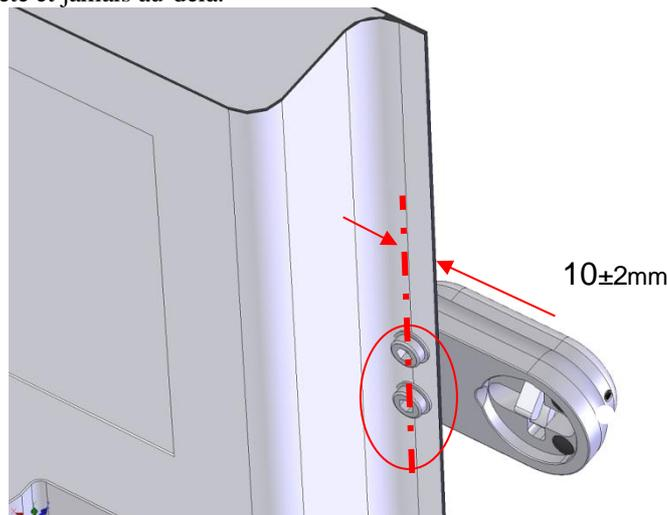

Fig.5
- La position des deux premiers 9 trous est à environ 10 ± 2 mm du bord vertical de la porte qui s'ouvre (voir fig. 5). Il s'agit d'une surface de hayon très résistante. La tolérance indiquée permet de positionner la tête cylindrique de la goupille M8 dans l'arête et jamais au-delà.
La fixation de l'armure prévoit normalement les trous sur le bord extrême de la trappe à l'aide des deux broches M8 à tête de bouton. Avant de percer, vérifiez que la tête de la goupille M8 est bien contenue dans le chant (voir fig. 5).